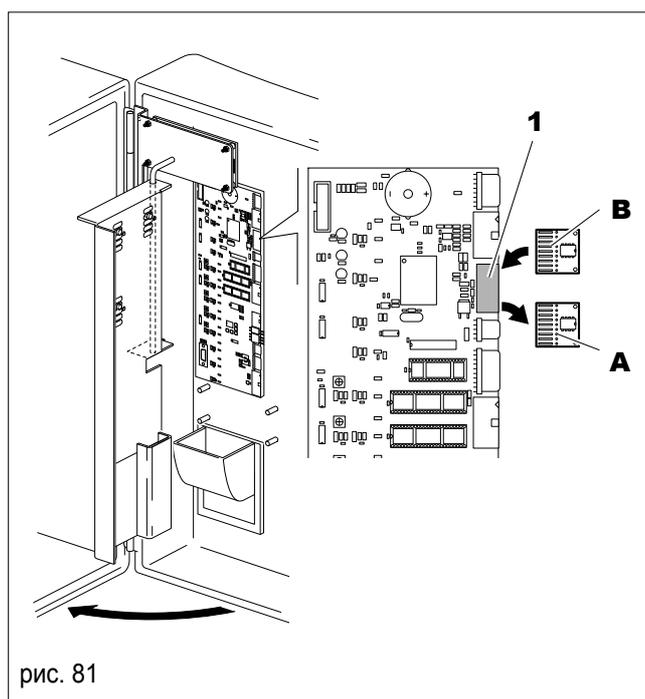

рис. 81
- Ключ подключается в тот же разъем на плате как и национальный ключ (**1**, рис. 81).
- Вытащите нац. ключ (**A**, рис. 81) из платы;
- Вставьте ключ перепрограммирования (**B**, рис. 81).